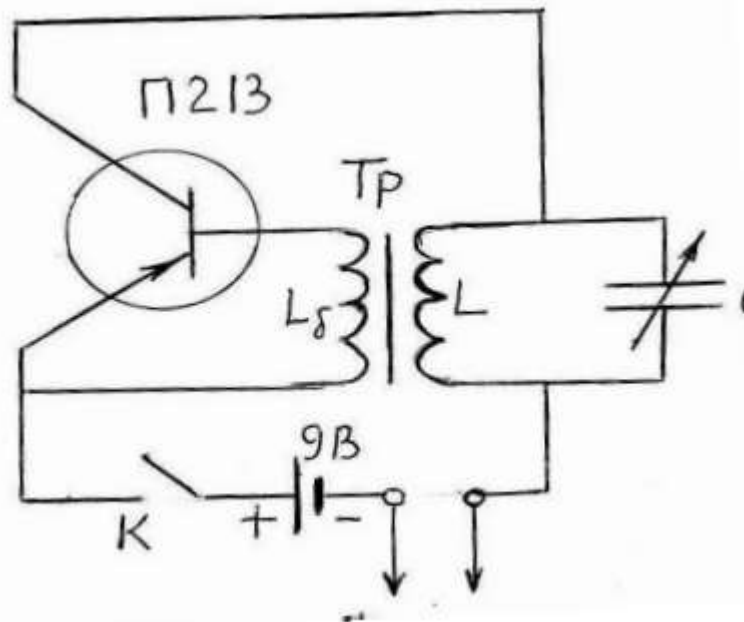

Рис. 12.1. Схема генератора
4. Цепи с обратной связью для генерации электрических колебаний следите за ролью. Для этого концы катушек L_k соединяются поочередно. Колебания при этом не генерируются (рис.12.1).